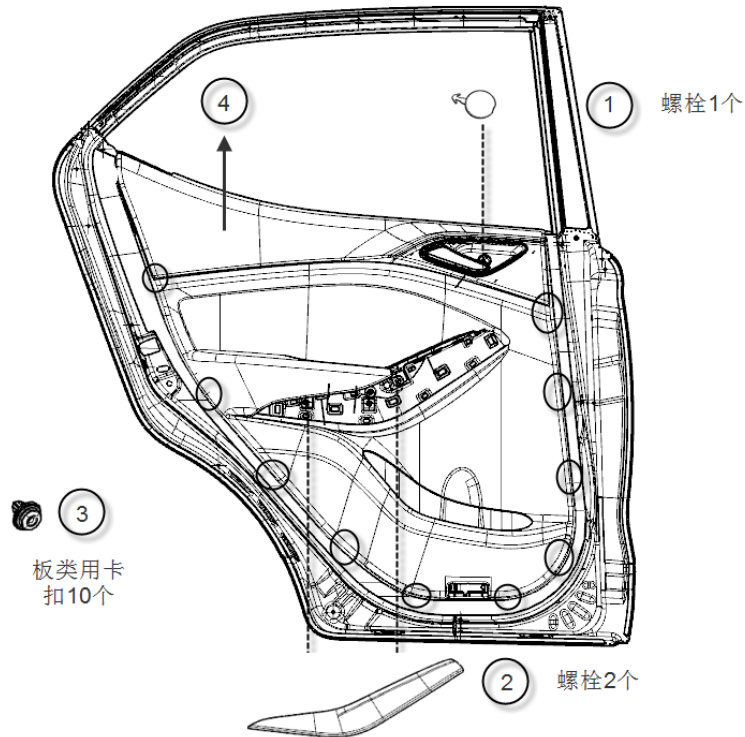

图1 后门板拆卸示意图
门护板总成通过螺栓和卡扣安装在车门钣金上，如图1所示，按图中①-⑥的顺序拆卸：